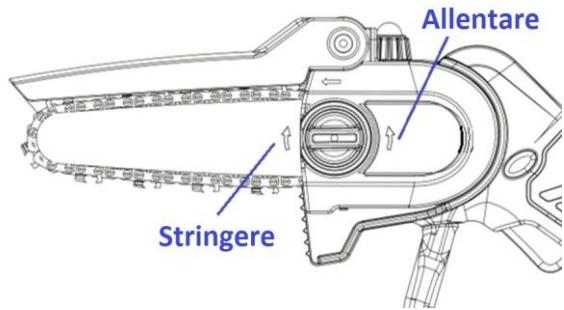

Fig. 5
4.7- Regolazione della tensione della catena della sega (Fig. 5)
- **AVVERTIMENTO!** Rimuovere la batteria (7) dalla motosega prima della manutenzione.